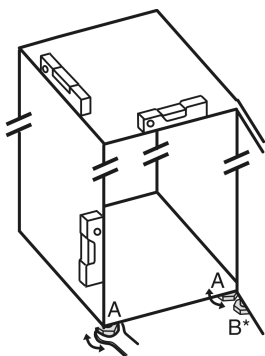

Fig. 4
- Nastavljive noge Fig. 4 (A) odvijajte s priloženim ključem z odprtim koncem in vodilom, dokler naprava ni trdno poravnana in vodoravna.
- Nastavljivo nogo Fig. 4 (B) na ležajnem podstavku spodaj odvijajte s priloženim ključem z odprtim koncem, dokler ne stoji trdno na tleh.
- Nastavljive noge Fig. 4 (B) obrnite za 90°.